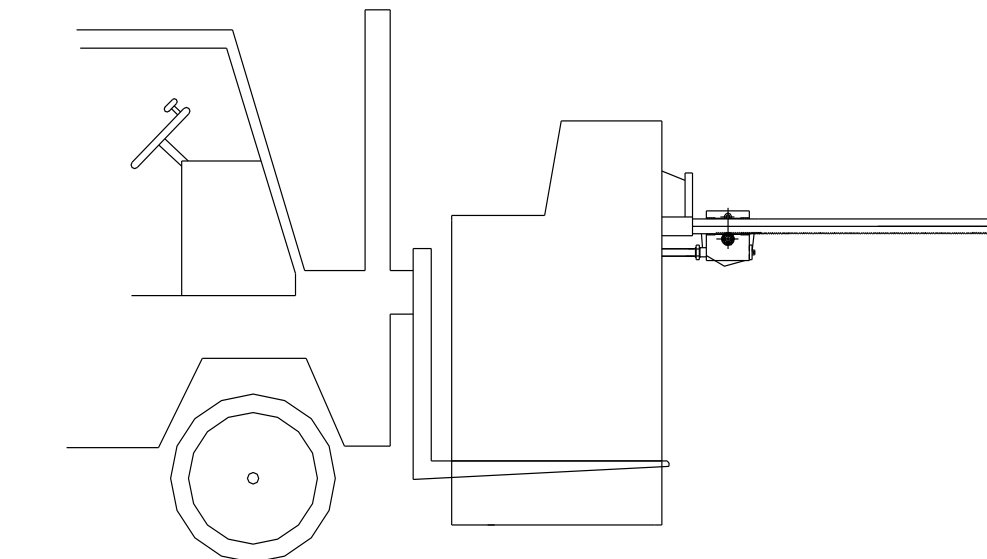

Рисунок 1
- 1) Транспортирование: Сохраняйте равновесие при транспортировке станка! При транспортировании станка с помощью вилочного погрузчика см. рисунок 1.